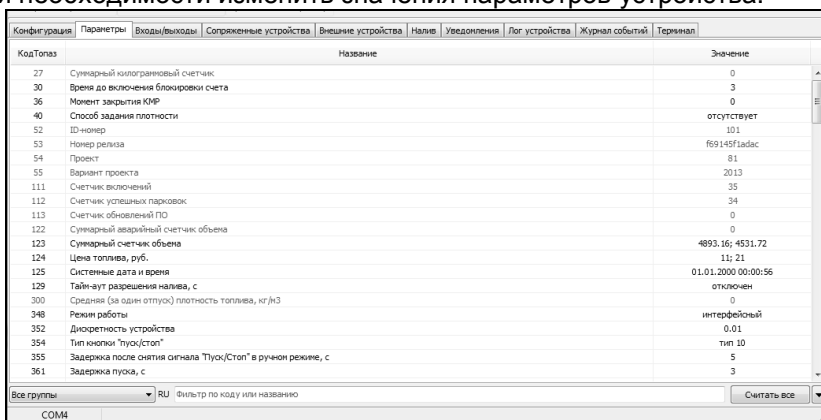

Рисунок 11
10.6 На вкладке "Параметры" (рисунок 11) можно просмотреть и при необходимости изменить значения параметров устройства.